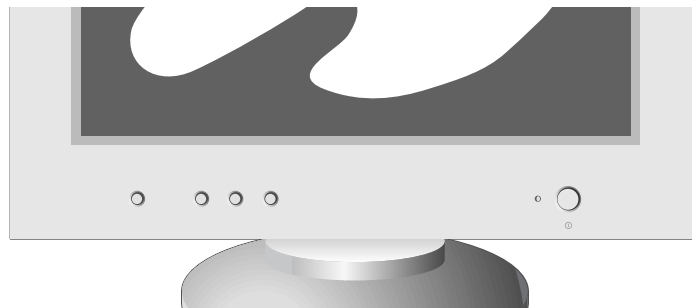

Figure D.1
6. Allumer le moniteur (Figure D.1) et l'ordinateur.